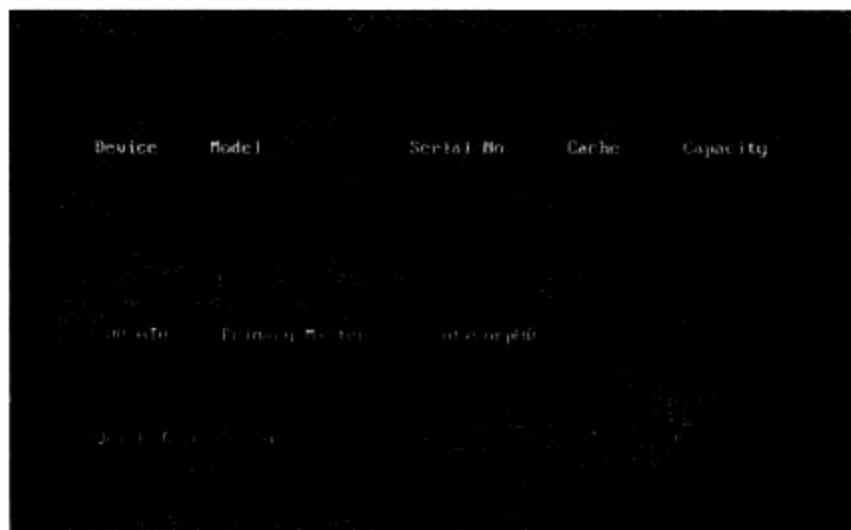

图9-30 运行界面
**步骤 02** 直接按Enter键出现的界面如图9-30所示。